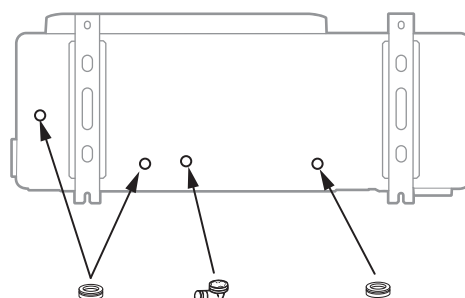

fig. 18 - Pose de l'unité extérieure, évacuation des condensats
- En fonctionnement, de l'eau peut s'évacuer de l'unité extérieure. Ne pas installer l'appareil sur une terrasse, mais préférer un endroit drainé (lit de graviers ou sable). Si l'installation est réalisée dans une région où la température peut être inférieure à 0°C pendant une longue période, vérifier que la présence de glace ne présente aucun danger. Il est aussi possible de raccorder un tuyau d'évacuation sur le bac de récupération de condensats (option) (voir fig. 18).
L'unité extérieure doit être surélevée d'au moins 50 mm par rapport au sol. Dans les régions enneigées, cette hauteur doit être augmentée mais ne pas dépasser 1.5 m (fig. 18).
(voir fig. 18).